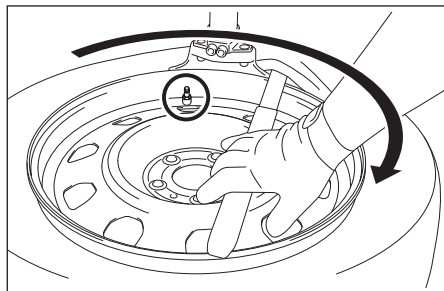

Fig. 2
5. Lors du démontage du pneu de la jante, le capteur doit être légèrement en avant de la tête de la machine à pneus. Le pneu doit être démonté sans entrer en contact avec le capteur, car cela peut endommager le capteur. (voir Fig. 2)